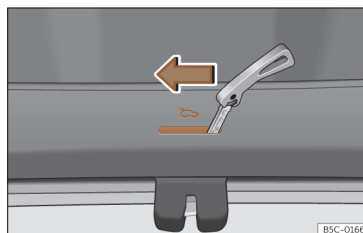
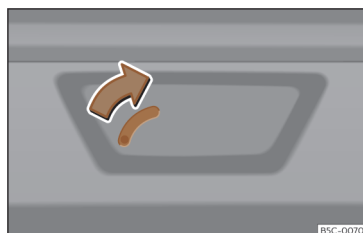

Fig. 79 Detalle del maletero: desbloqueo de emergencia (Leon).
Fig. 80 Detalle del maletero: desbloqueo de emergencia (Leon Sportstourer).
- Introduzca el espadín de la llave en la ranura y desplace la llave en el sentido de la flecha hasta que la cerradura se desbloquee >>> fig. 79, >>> fig. 80.